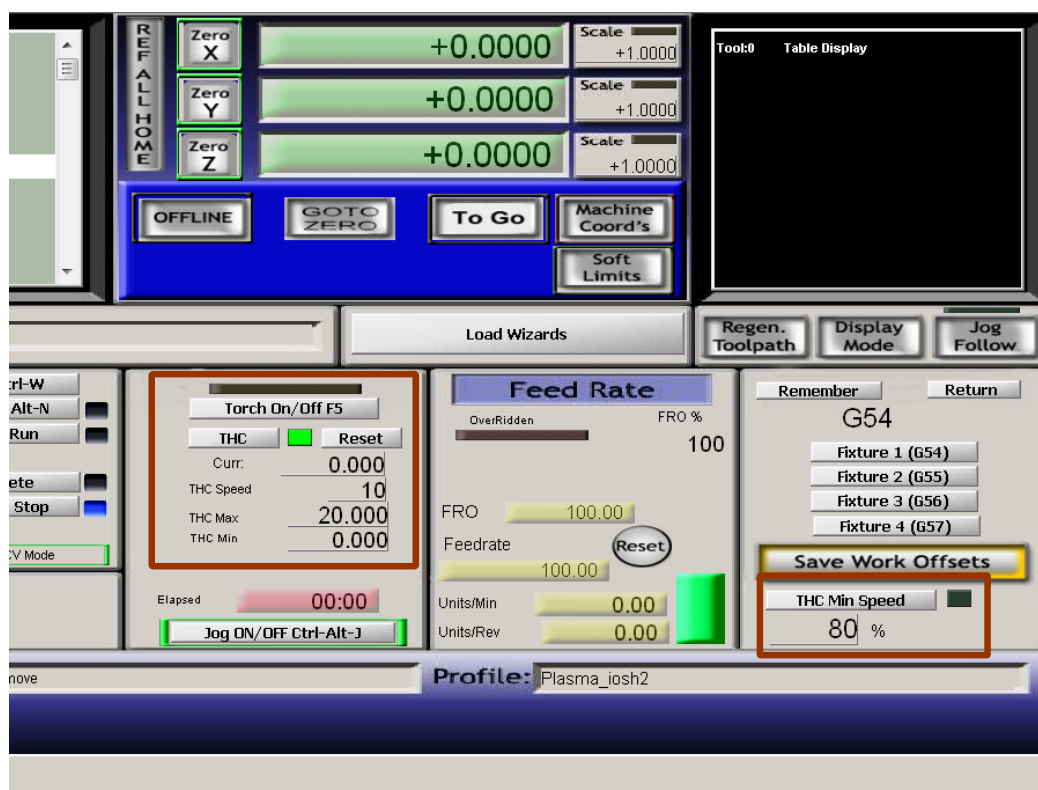

图 10.9 Mach3 中自定义 Plasma.set 屏幕上的 THC 控制
- 为等离子切割机定制的 Mach3 屏幕, 带有附加指示器和 DRO 区域 (图 10.9)。
要在 Mach3 主屏幕上显示 THC 控制项，需要执行以下操作（图 10.9）：
THC 控制项简述（图 10.9）：